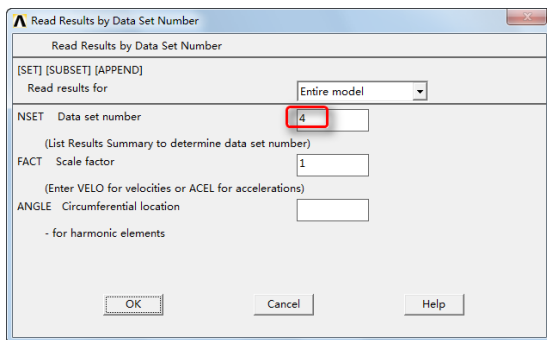

图 10-41 “Read Results by Data Set Number”对话框
② 读入第四阶振型：Main Menu > General Postproc > Read Results > By Set Number，弹出如图 10-41 所示的“Read Results by Data Set Number”对话框，在“Data Set Number”文本框中输入 4，单击“OK”按钮，读入四阶振型的数据。
弹出如图 10-41 所示的对话框，在“Data set number”后面的输入栏中输入 8，单击“OK”按钮，读入八阶振型的数据。